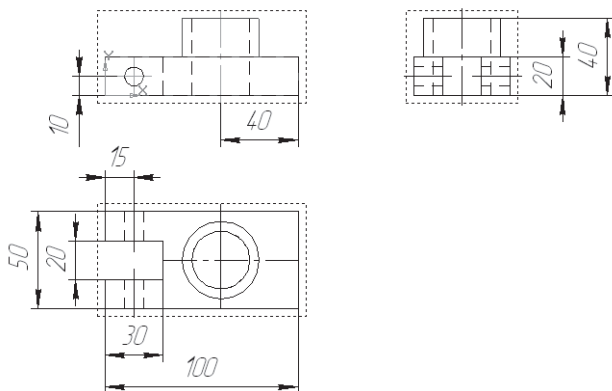

Рис. 344. Линейные размеры
- аналогичным образом проставьте все линейные размеры, изменяя ориентацию размерной линии. Вводимый текст будет указываться в поле **Размерная надпись** (рис. 344);